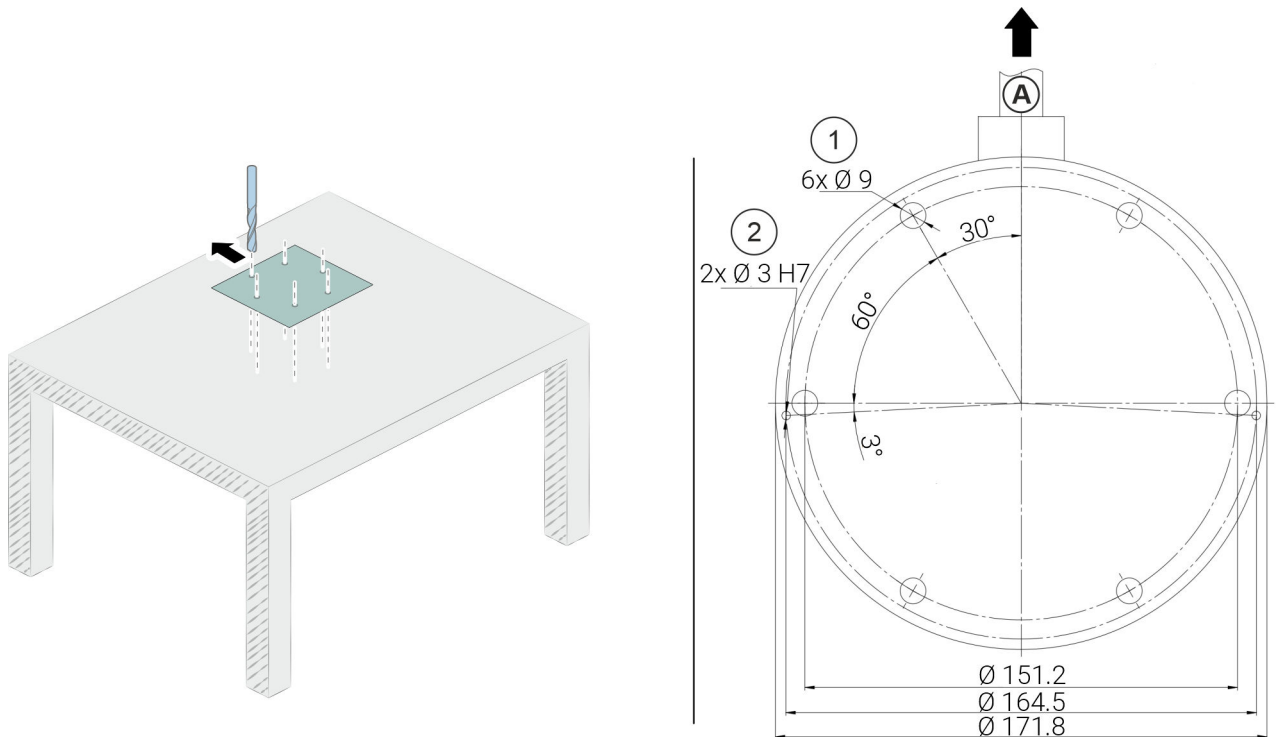

Abb. 44 Bohrvorlage Roboter
05. Bohrvorlage des Roboters auf der Tischkante gemäß Abb. 44 ausrichten und die 6 Bohrlöcher auf der Tischplatte markieren.
06. Mit dem Spiralbohrer gemäß den Markierungen 6 Löcher bohren **Abb. 44** / ①.
Falls erforderlich mit dem Spiralbohrer gemäß den Markierungen 2 Löcher bohren **Abb. 44** / ②.